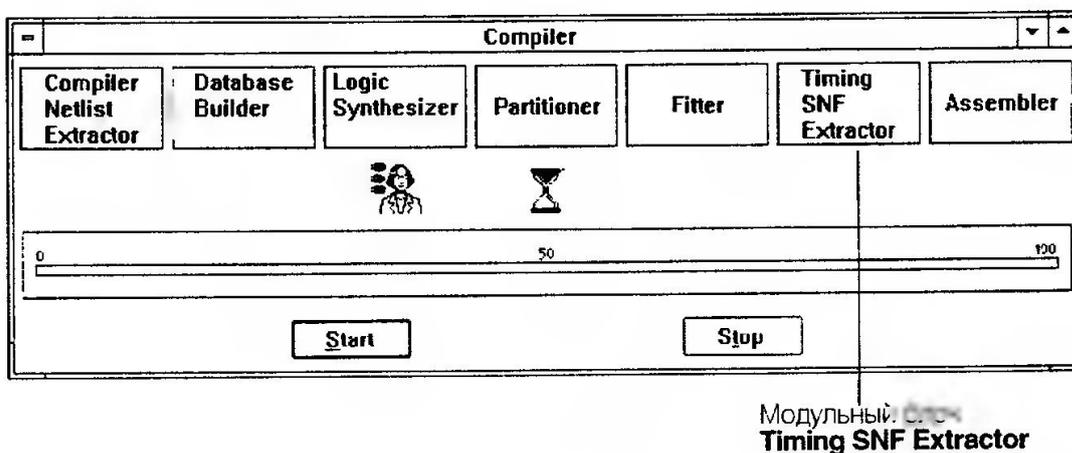

Рис. 2.36
- ✓ Выберите **Timing SNF Extractor** из меню **Processing**. При включении этой команды появляется метка перед ее названием в меню **Processing** и модульный блок в окне компилятора, как показано на рис. 2.36: